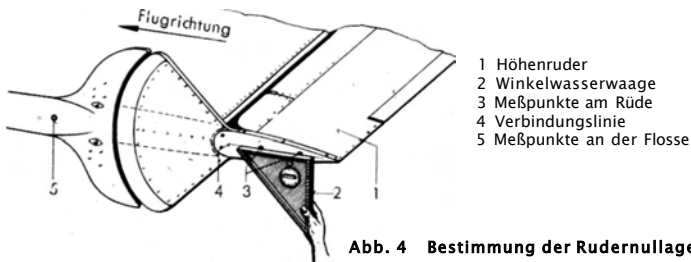

Abb. 4 Bestimmung der Rudernulllage
Die Einstellung der Höhensteuerung erfolgt nach den Angaben, die im „Einstellplan der Höhensteuerung“ (Abb. 26) gemacht sind. Zur Bestimmung der Rudernulllage muß die Längsneigung des ganzen Flugzeuges an der rot gekennzeichneten Meßlinie an der Rumpfaußenwand zwischen Spant 5 und 7 mit Hilfe einer Winkelwasserwaage (2) (Abb. 4) festgestellt werden. Die gleiche Neigung muß das
Höhenruder (1) haben. Gemessen wird diese ebenfalls mit der Winkelwasserwaage an der Verbindungslinie (4) der zwei roten Meßpunkte (3) an der Höhenruderendkapoe (Abb. 4).